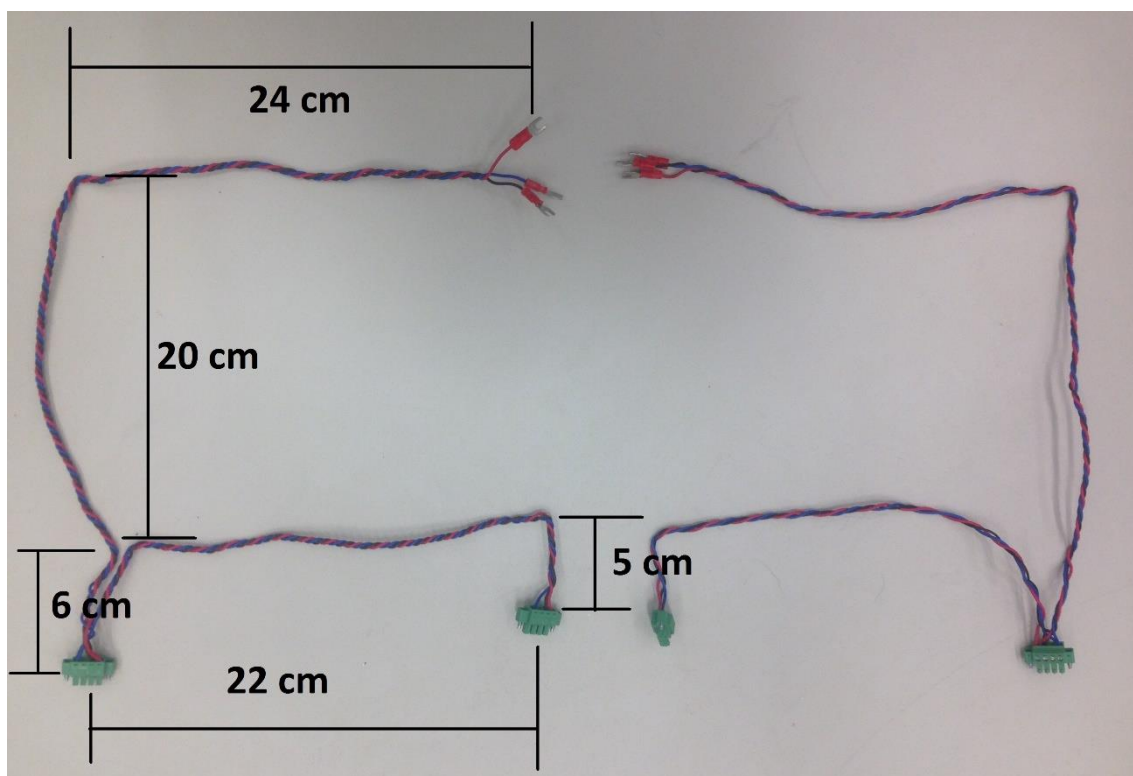

Figura 3 - Preparação dos chicotes de alimentação dos backplanes para montagem
4.1.1 Montar os dois chicotes trançados para alimentação dos backplanes conforme mostra a Figura 1, utilizando cabos 20 AWG. Cada conjunto possui um padrão de cores diferentes, descritos na Tabela 1. Desencapar os fios em 8 mm. Utilizar terminais forquilhas Hollingsworth modelo BS24043S vermelho em uma das extremidades. Aparafusar as outras extremidades nos conectores Phoenix Contact modelo 1827729 conforme mostrado na Figura 2. Os chicotes devem então ser dobrados conforme mostra a Figura 3, de forma a prepara-los para montagem no sub-bastidor.